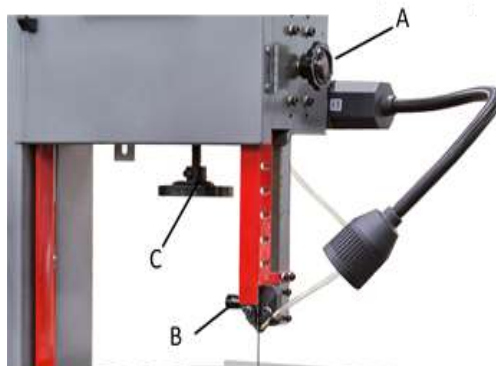

Рис. 7.
1. Поднимите верхнюю направляющую пильного полотна, ослабив ручку фиксации (А, Рис. 7) и установив рукоятку (В, Рис. 7) в крайнее верхнее положение.
3. Чтобы увеличить натяжение полотна, поворачивайте маховик (С, Рис. 7) по часовой стрелке. Чтобы ослабить натяжение полотна, поворачивайте маховик против часовой стрелки.